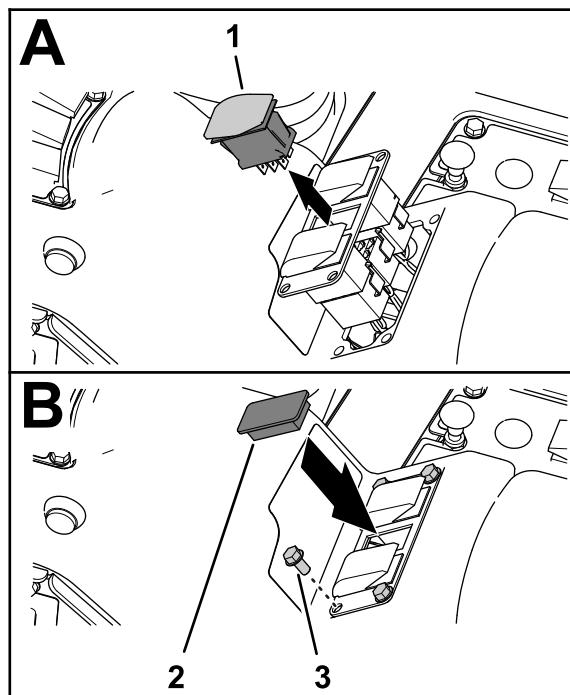

Bild 34
2. Drücken Sie die Verriegelungsnasen des Dosierungssteuerungsschalter zusammen und drücken Sie den Schalter aus der 3-Schalterplatte heraus (Bild 34).
- Befestigen Sie die 3-Schalterplatte mit den vier Bundbolzen (1/4" x 1/2"), die Sie in Schritt 1 entfernt haben, an der Steuerkonsole (Bild 34).